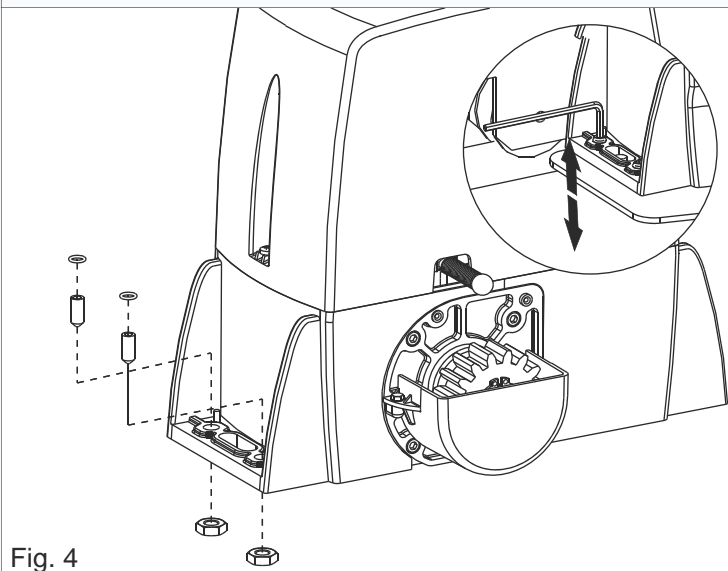

Fig. 4
4.1. Insertar los 4 tornillos sin cabeza en los agujeros para ajustar la altura del operador en la placa (Fig. 4)